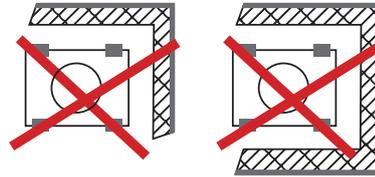

Abb. 5.4:
- Seite 13: Abb. 5.4 – Freie Abstrahlung einer außen aufgestellten Wärmepumpe, Quelle: BWP